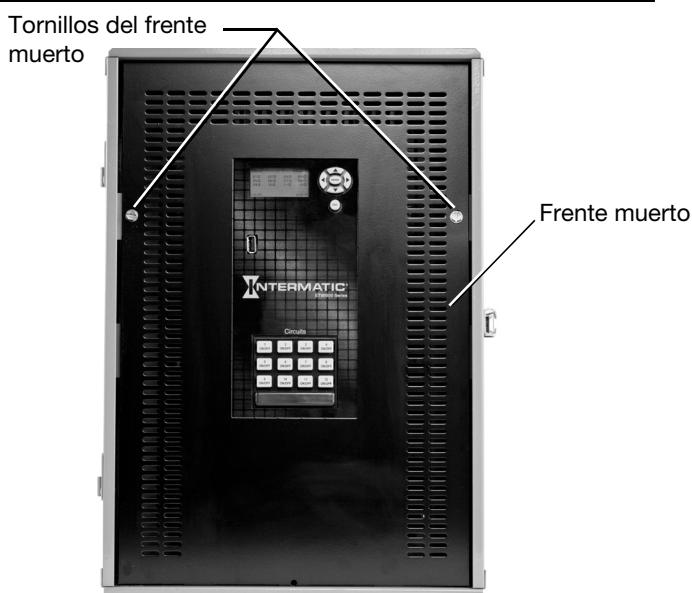

Figura 1. Retire el frente muerto.
- Retire los tornillos del frente muerto para sacarlo del gabinete (consulte la Figura 1).